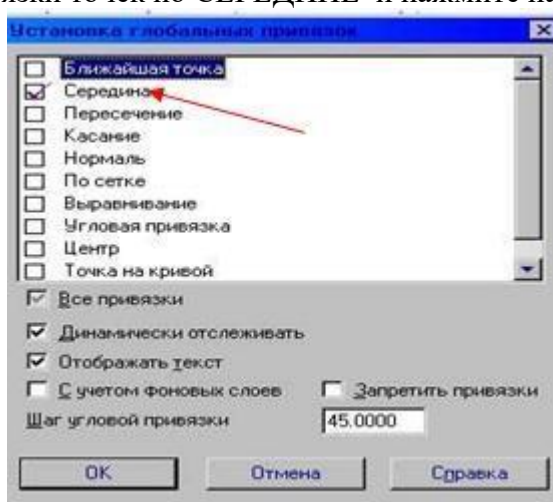

Рис. 5.
12. Установите привязки точек по **СЕРЕДИНЕ** и нажмите на **ОК** (рис. 5).
19. Установите привязку ПЕРЕСЕЧЕНИЕ и нажмите на ОК (рис. 5).